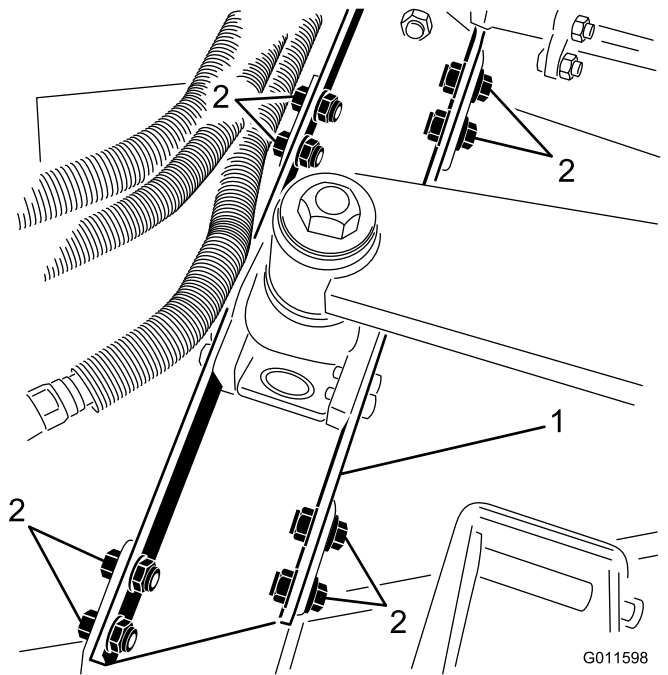

Bild 6
- Entfernen Sie die Schrauben (8), Scheiben und Sicherungsmuttern, mit denen die Hubarmbefestigung an den Mähwerkhalterungen befestigt ist (Bild 6).